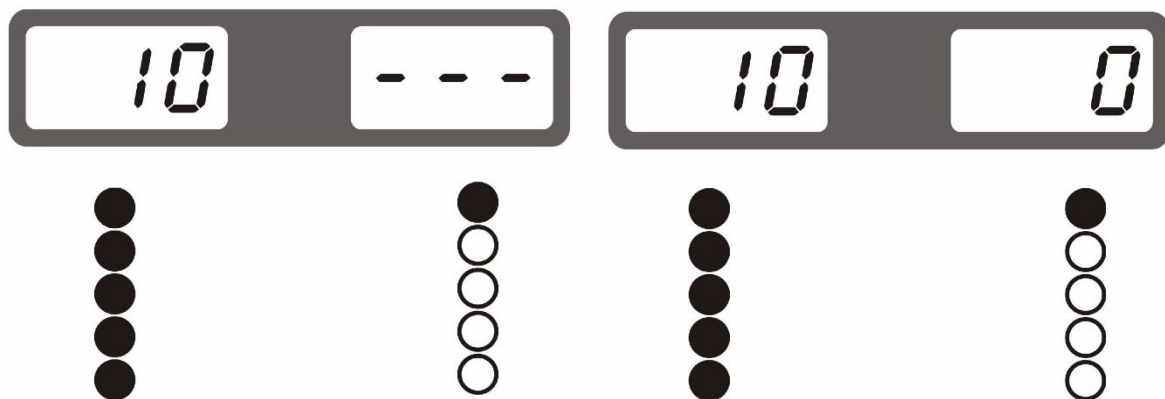

Abb.8
3. Rotieren Sie das Rad mit der Hand sobald alle LEDs der Positionsanzeige Innen aufleuchten (Abb.8) kann das Gewicht auf der Innenseite mit Hilfe der Messlehre angeklebt werden.